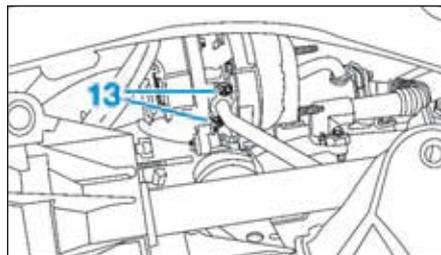

FIG.53
- Déposer les vis de fixation (13) du tuyau de retour d'huile (Fig.53).